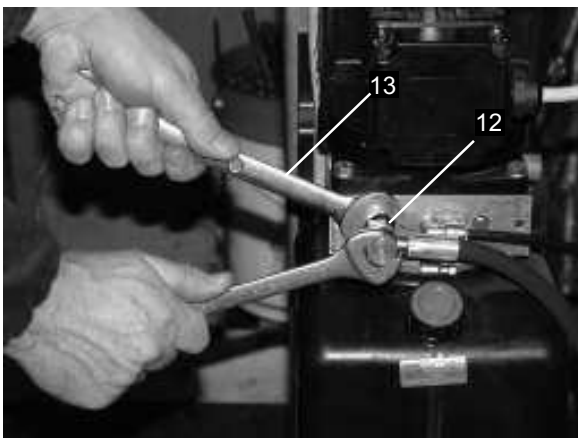

Fig.40a
Tenere fermo il particolare 12 con una chiave (13) (Fig.40a).
Keep the detail 12 locked using a wrench (13) (Fig.40a).